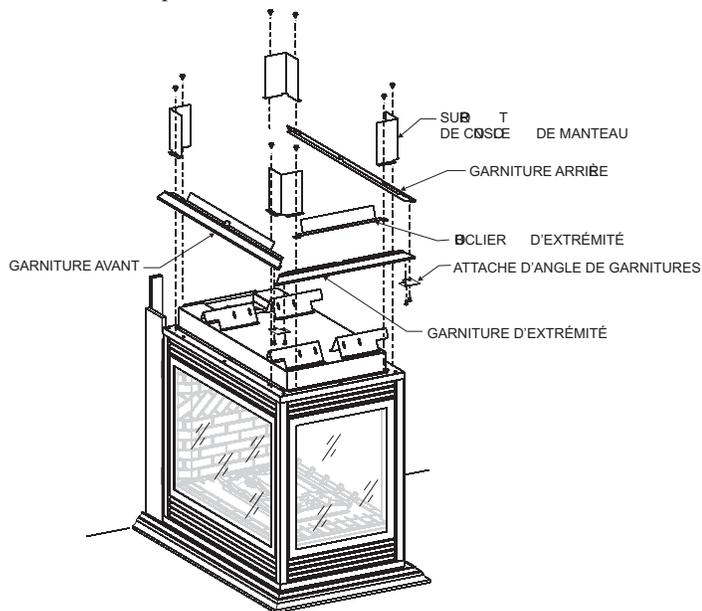
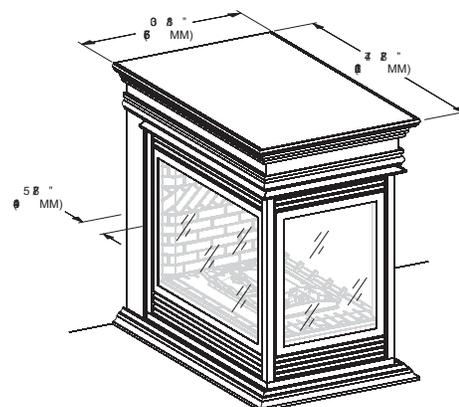

Figure 5
Figure 7
1. Poser deux (2) des supports d'angle de manteau dans les coins du côté évacuation d'abord. Attacher chaque support sans serrer avec une vis à tête hexagonale n°10 x 1/2 po à travers la bride arrière et dans l'avant-trou sur le dessus du foyer. Voir Figure 5.
Les Figures 5 et 6 montrent les supports d'angle, les garnitures et le bouclier d'extrémité. La Figure 7 montre une vue du plateau et du socle de manteau assemblés.